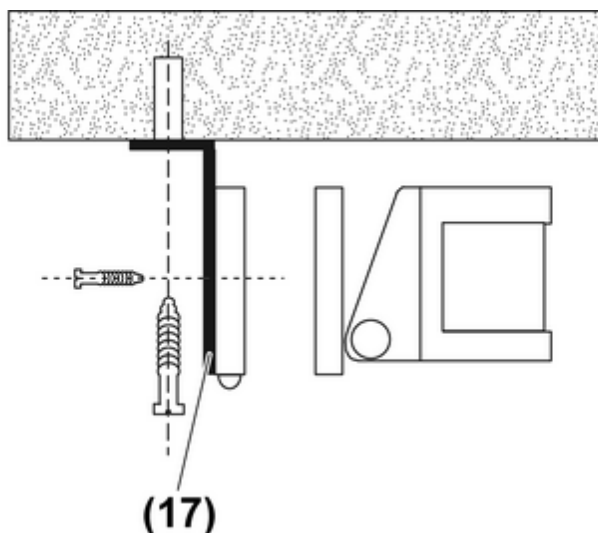

Bild 16: Deckenmontage
- Für die Deckenmontage ist ein Montagewinkel (17) notwendig (Bild 16) (siehe Zubehör).